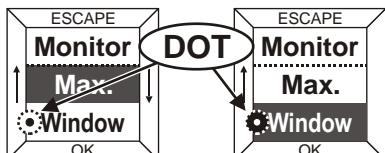

Fig. 5. Punto indica ajuste actual
**NOTA:** La opción de ajuste actual (p.e. "sí," "no," "window monitor", etc.) siempre está marcado en la pantalla con un punto a su izquierda (ver Fig. 5).